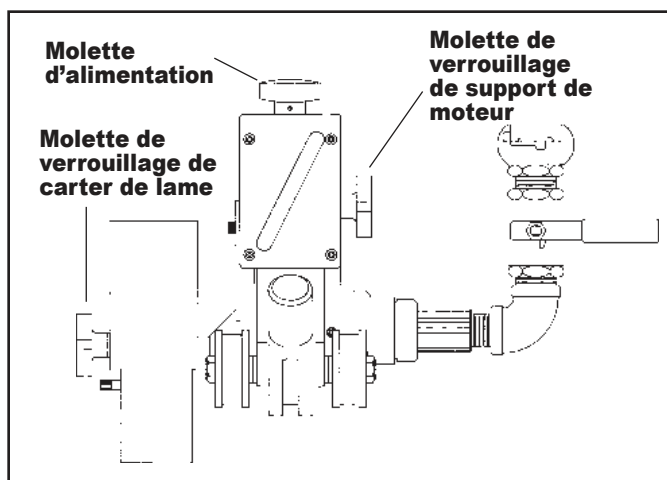

FIG. 4
1. Desserrer la molette de verrouillage de support du moteur. (Fig. 4)
2. Tirer le support de moteur le plus possible vers le haut en faisant tourner la molette d'alimentation dans le sens contraire des aiguilles d'une montre. (Fig. 4)
2. Tourner la molette d'alimentation de l'outil de coupe dans le sens des aiguilles d'une montre. (Fig. 4) Abaisser le moteur et l'outil de coupe vers le tuyau sans toutefois toucher celui-ci. La molette de verrouillage du support de moteur doit être serrée mais le support doit pouvoir toujours glisser.
- 2.* Vérifier l'épaisseur de la paroi du tuyau à couper puis faire tourner la molette d'alimentation (Fig. 4) jusqu'à ce que l'indicateur pointe sur la profondeur souhaitée pour l'outil de coupe. Prévoir au moins 1/4" de lame au-delà de la profondeur de coupe.
*L'unique exception implique l'utilisation de la fraise d'angle avec des tuyaux en plastique où l'outil de coupe doit être engagé jusqu'à ce que la fraise d'angle commence à couper. À ce point, l'indicateur de la jauge de profondeur peut être utilisé pour déterminer la quantité de biseau. L'engagement complet donne un biseau de 15/16". (Fig. 4)
3. Serrer la molette de verrouillage de support du moteur. (Fig. 4)
4. Serrer la molette de verrouillage de carter de lame à environ 1/8" du tuyau. (Fig. 4)